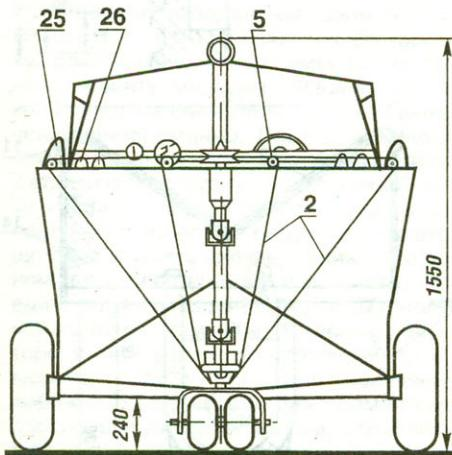

Рис.1. Компоновка амфибии (на виде сверху поз.24 показана в опущенном положении, поз.11 и 16 условно не показаны):
Корпус судна (рис.1) с малой килеватостью склеивал из дюралюминиевых (Д16) листов толщиной 1,5 мм и уголка 30x30 мм. Днище изнутри покрыл эпоксидной смолой со стеклотканью и снабдил стреловидным поперечным реданом (31). Он выполнен по рекомендациям журнала «Катера и яхты», когда от воздухозаборников (25), расположенных на палубе по обоим бортам, в зареданное пространство подается воздух. Благодаря этому устройству и транцевым плитам (27) средняя скорость возросла на 5 км/ч, ход же катера стал мягче, так как
Крутящий момент от двигателя через КП передается карданным валом от ГАЗ-69 (рис. 1, поз. 18) на раздаточную коробку, разделяющую трансмиссию на три ветви: к винту, ведущим колесам и лебедке. Последние две ветви могут быть включены одновременно. Передача к винту осуществляется напрямую через резино-металлическую муфту (20), ко второй ветви — цепной передачей, через дифференциал (52) и колесные редукторы (размещенные вместе с дифференциалом в одном герметичном корпусе из жести), соединительный карданный вал (67), полу-оси и шлицевые муфты. Колесные редукторы с небольшим передаточным отношением ($i=0,83$) служат для увеличения дорожного просвета и для применения блокировки дифференциала, облегчающей выезд амфибии из воды на пологий берег. При движении по земле торможение производится тормозным барабаном от мотоцикла К-125, который прикреплен к фланцу дифференциала.